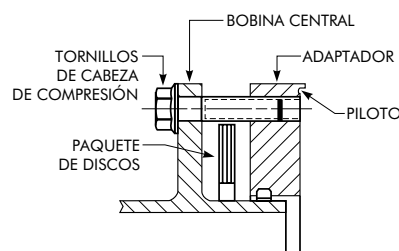

Figura 4
- B. En los tamaños 150 a 600, use los tornillos de cabeza proporcionados insertándolos desde el lado de la bobina central y roscándolos en el adaptador como se muestra en la Figura 4. Comprima los dos paquetes de discos apretando cada tornillo de cabeza con la misma fuerza. **Asegúrese de comprimir ambos extremos uniformemente y solo lo suficiente para permitir que el miembro central se ajuste entre los dos cubos.**